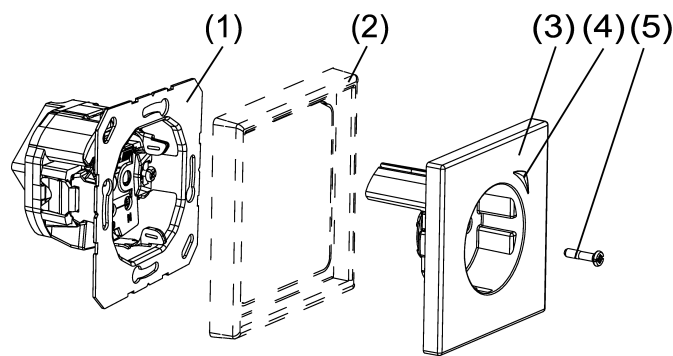

Bild 1: Geräteaufbau
- Design-Rahmen (2) und Abdeckung (3) montieren (siehe Bild 1). Dabei auf korrekte Einbaulage achten. Andernfalls ist die Funktion der Steckdose nicht gegeben.